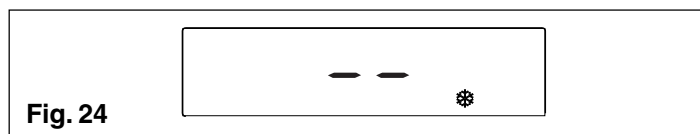

Fig. 24
- anti-îngheț (fig. 24): atunci când temperatura apei din centrală scade sub valorile de siguranță, pompa de recirculare și arzătorul operează la putere minimă pentru a crește temperatura apei până la o valoare sigură (35 °C). Simbolul  se aprinde pe ecran.